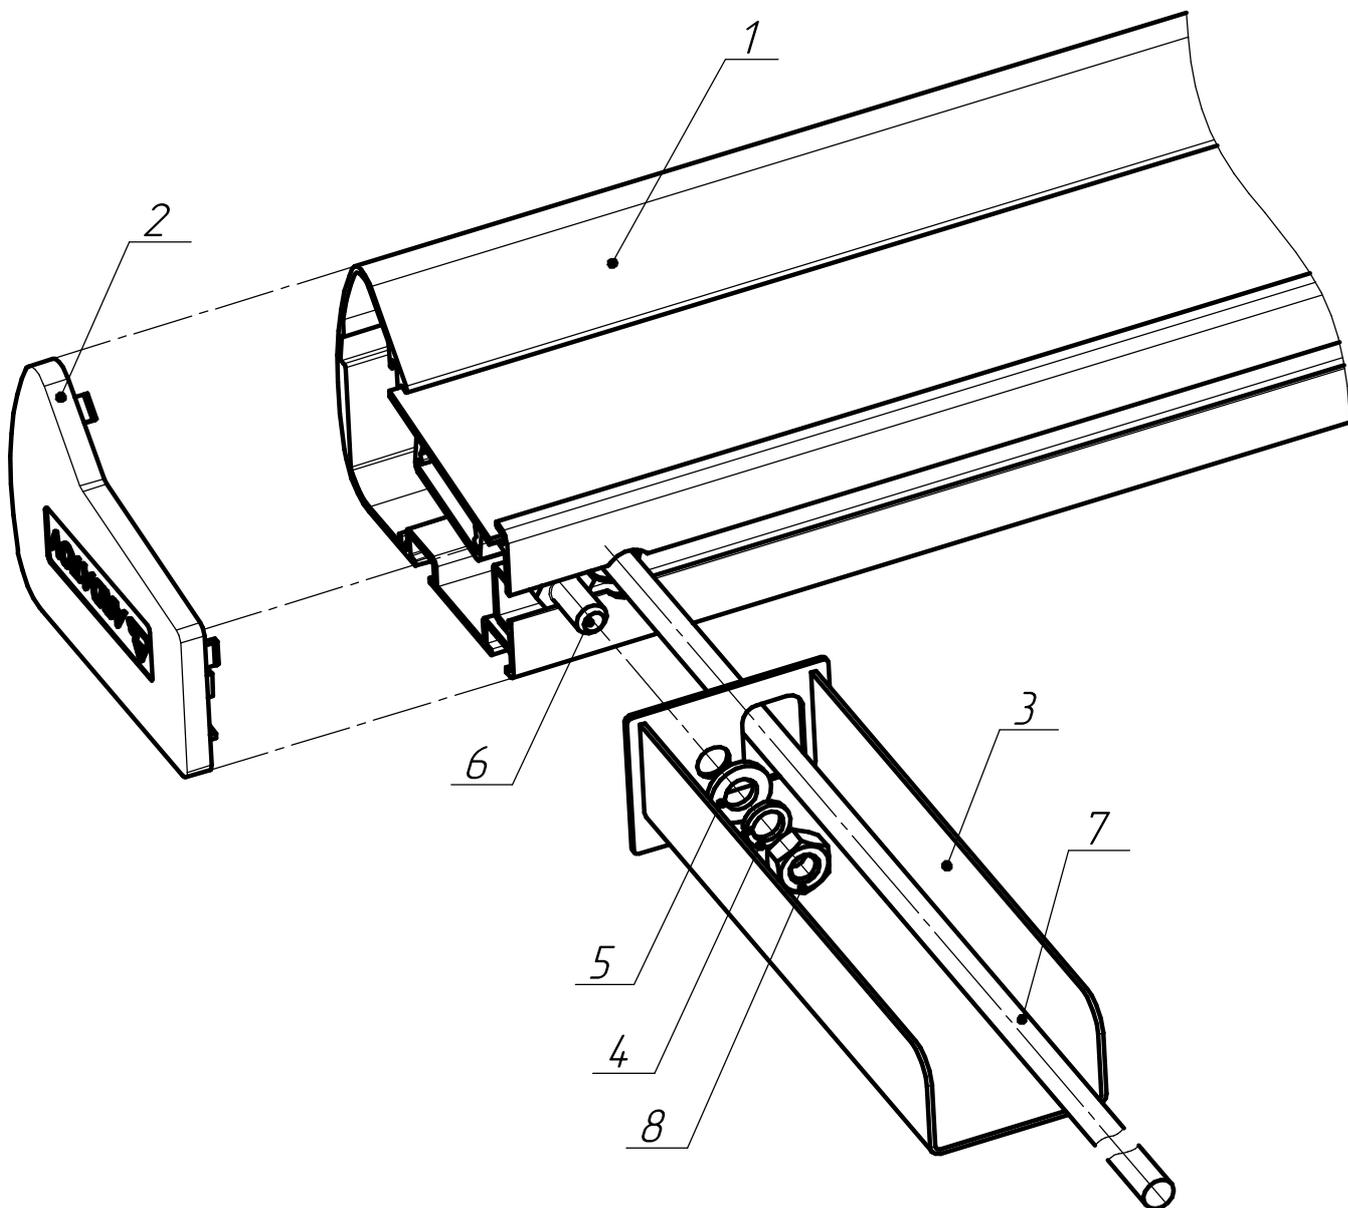

Рисунок 3 - Установка скобы на светильник
5.4 Предварительно сняв крышку (2), установите скобы крепления на светильник (3), протянув через одну кабель подключения (7) (см. рис. 3).